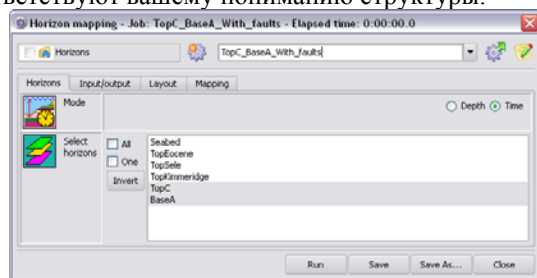

Рис. 12 – Пример закладки Horizons в диалоге Horizon Mapping
*Mapping* – это процесс построения структурной поверхности из разрозненных данных, например, таких как сейсмические данные, данные по скважинам и прочие. Результат построения зависит от исходной информации, используемых алгоритмов и других настроек. В процессе построения горизонта могут использоваться различные данные, такие как - результаты интерпретации сеймики, контуры, скважинные данные, данные по разломам и др. После настройки проекта и подготовки данных, можно приступить к построению горизонтов. Построение горизонтов в RMS осуществляется в диалоге *Horizon mapping* (Рис. 12), который содержит большое количество настроек и алгоритмов картопостроения. В RMS большинство настроек и алгоритмов заданы по умолчанию и достаточно оптимальны, и тем не менее, в некоторых случаях имеет смысл изменять алгоритм и задавать те настройки, результаты работы которых наиболее соответствуют вашему пониманию структуры.